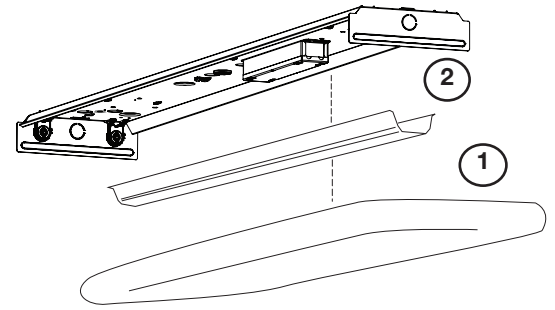

Fig. 1
**1** Carefully open carton, remove fixture from carton. Remove lens (1) and wireway cover (2) (Fig. 1). **Turn power off at fuse or circuit breaker box.**
Ouvrir le carton avec prudence et sortir l'appareil. Enlever la lentille (1) et le couvercle de la goulotte guide-fils (2) (Fig. 1). **Couper le courant à la hauteur de la boîte des fusibles ou de la boîte des disjoncteurs.**
Retire con cuidado la lámpara de su envoltura original. Retire el vidrio (1) y la tapa que cubre el cableado de la lámpara (2) (Fig. 1). **Desconecte el suministro eléctrico desde la caja de fusibles o bajando la palanca principal.**